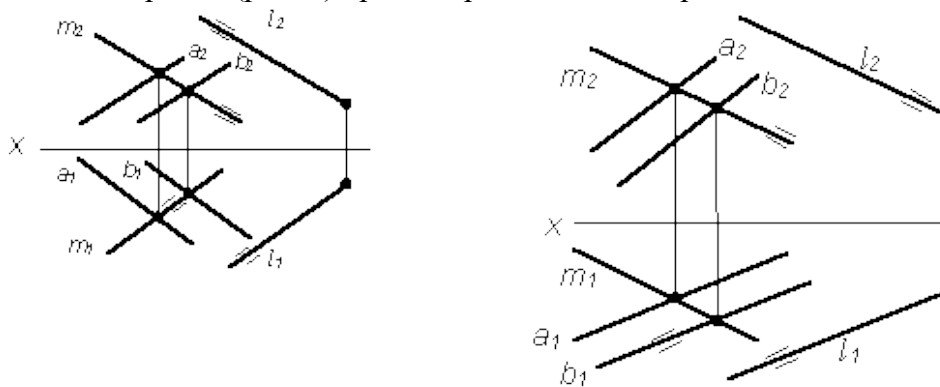

Рис. 5
8. Укажите, на каком чертеже (рис. 5) прямая l расположена параллельно плоскости $P(a||b)$.